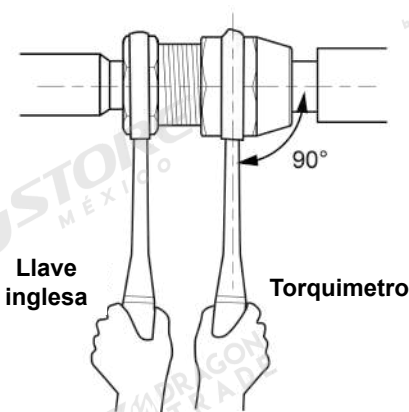

Fig.14
- (3) Utilice la llave dinamométrica para apretar la tuerca abocinada hasta que la llave emita un chasquido (sujete el mango de la llave y colóquelo en ángulo recto con respecto al tubo, como en la Fig. 14).
- (4) Utilice una esponja para envolver la tubería de conexión no aislada y la junta. A continuación, ate bien la esponja con cinta de plástico.
- (5) La tubería de conexión debe apoyarse en un soporte y no en la unidad.
- (6) El ángulo de curvatura de la tubería no debe ser demasiado pequeño; de lo contrario, la tubería podría presentar grietas. Utilice un doblador de tubos para doblar la tubería.
- (7) Cuando conecte la IDU con la tubería de conexión, no tire de las juntas grandes y pequeñas de la IDU con fuerza por si el tubo capilar u otros tubos tienen grietas y causan fugas.